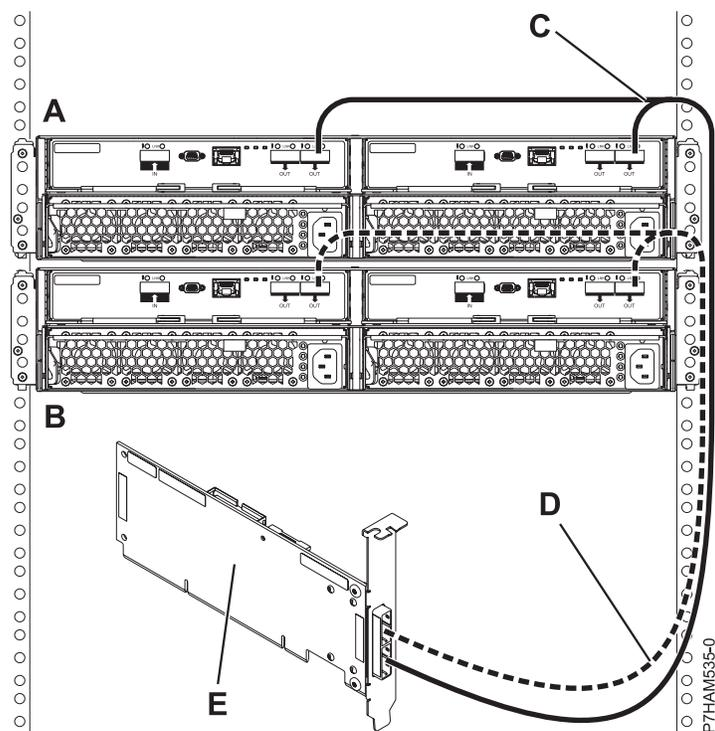

Figure 13. Connexion de mode 1 de deux boîtiers d'unité de disque 5887 via des câbles YO à un adaptateur SAS unique
- Effectuez la connexion de mode 1 de deux boîtiers d'unité de disque 5887 (A et B) via des câbles YO (C et D) à un adaptateur SAS unique (E). Voir figure 13, à la page 15.
**Remarque :** L'adaptateur SAS unique (E) peut accéder à l'ensemble des 48 baies d'unité.